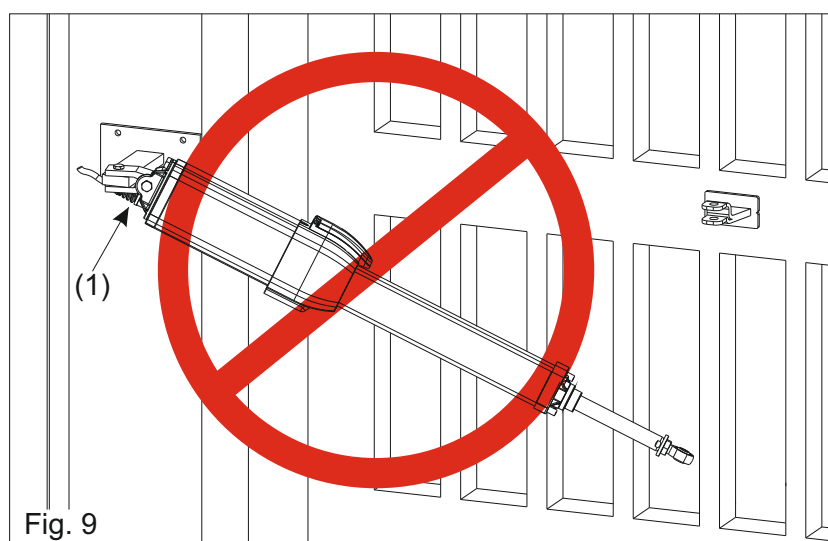

Fig. 9
- Fixer la bride oscillante comme dans fig.9